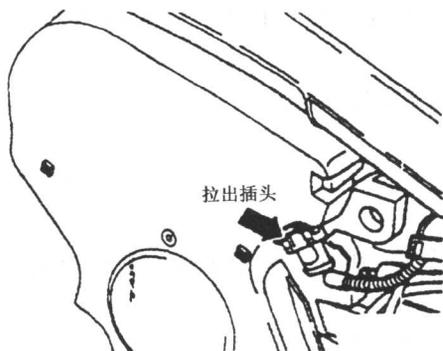

图 1.25 从霍尔传感器拉出插头
(4) 拆下进气温度传感器和节气门控制单元插头，再从霍尔传感器上拆下（拉出）插头，如图 1.25 所示。